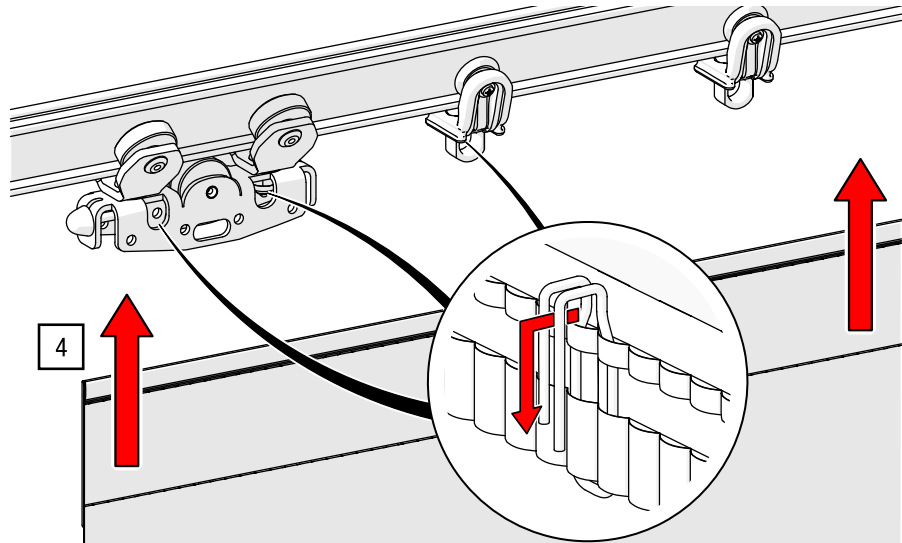

Abb. 101: Vorhang mit Vorhanghaken – Vorhang in Zugwagen Überzugbügel einhängen
4. Heben Sie den Vorhang an und hängen Sie die Stoffhaken in den oberen Löchern des Zugwagens sowie in die zentrale Aufnahme der Laufwagen ein (siehe Abb. 101).